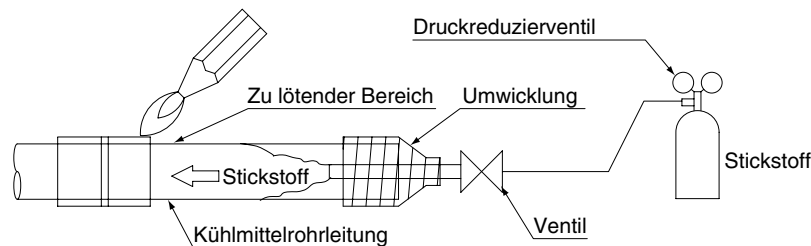

Abb. 5
- Beginnen Sie Lötarbeiten der Kältemittelleitungen erst nach einer Stickstoffspülung (\*1), oder führen Sie Lötarbeiten durch, während Stickstoff in den Kältemittelleitungen fließt (\*2) (**Siehe Abb. 5**), und stellen Sie am Ende Ausbauchungen oder Bördelverbindungen von Innengerät und BS-Gerät her.